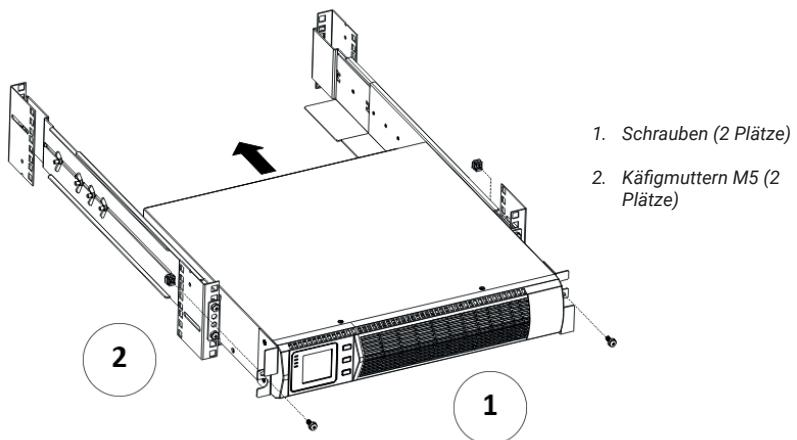

Abb.6: Kabinen-Frontschutz
- Sichern Sie die Vorderseite der Stromversorgung mit einer M5 x 12-Schraube und einer M5-Mutter auf jeder Seite (siehe Abbildung 6). Installieren Sie die untere Schraube auf jeder Seite durch das untere Loch der Montagehalterung und das untere Loch der Schiene. Wiederholen Sie dies für alle optionalen Racks.